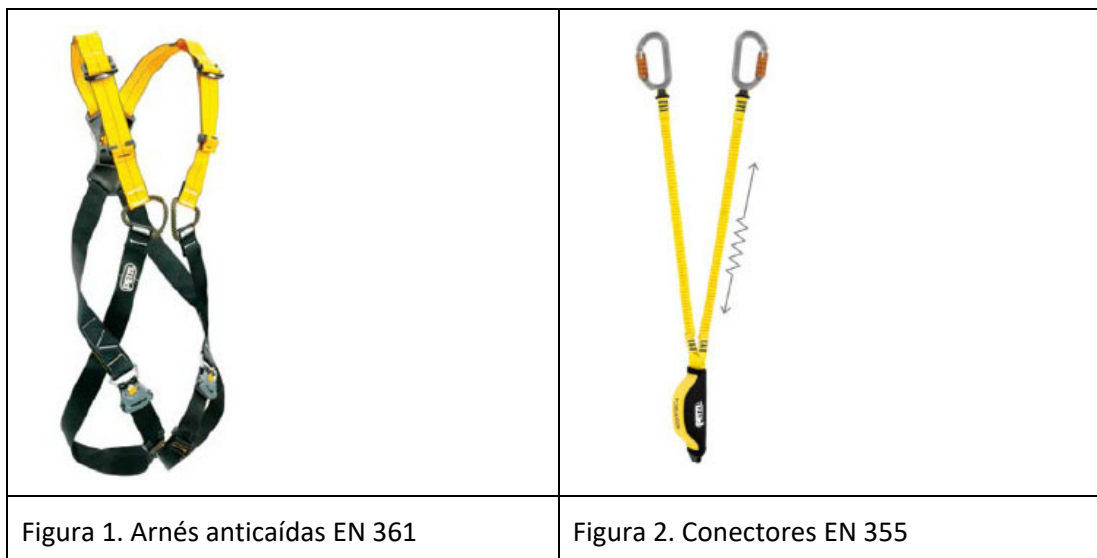

Figura 3. Casco con barbiquejo EN 397
3. Casco con barbiquejo EN 397. Figura 3.